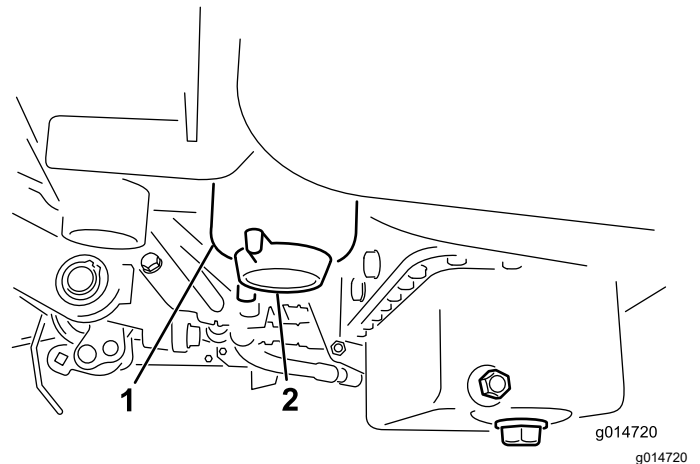

Figura 31
3. Deschidei bușonul de golire de pe filtrul de combustibil cu aproximativ o tură i golii apa acumulată (Figura 31).